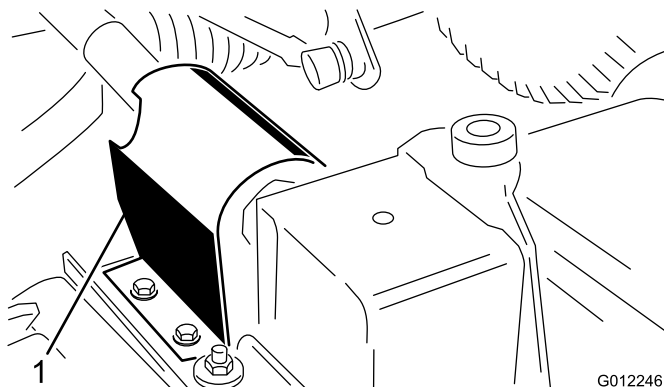

Figura 5
- Retire los 2 tornillos autorroscantes que sujetan el protector de la toma de fuerza a la parte superior de la chapa de montaje de la caja de engranajes de la unidad de corte, y retire el protector (Figura 5).